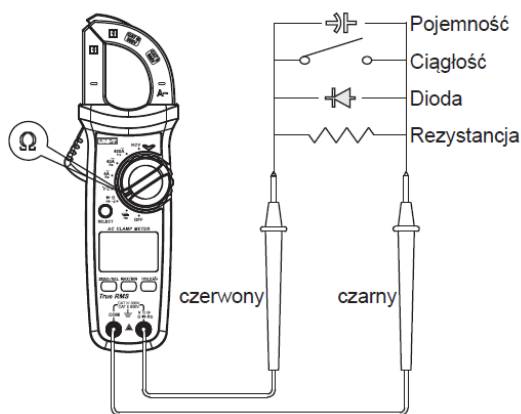

Fig. 4
### 3. Măsurarea rezistenței ( vezi fig. 4)
### 4. Măsurarea continuității ( vezi fig. 4)
### 5. Măsurarea diodelor ( vezi fig. 4)
**6. Măsurarea condensatoarelor ( vezi fig. 4)**